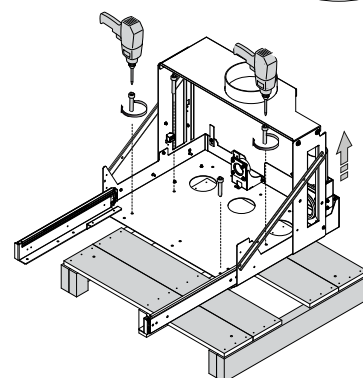

Fig. 6.1.6
11. Quitar de la bancada los tornillos de fijación paleta y quitar la paleta (Fig. 6.1.6).